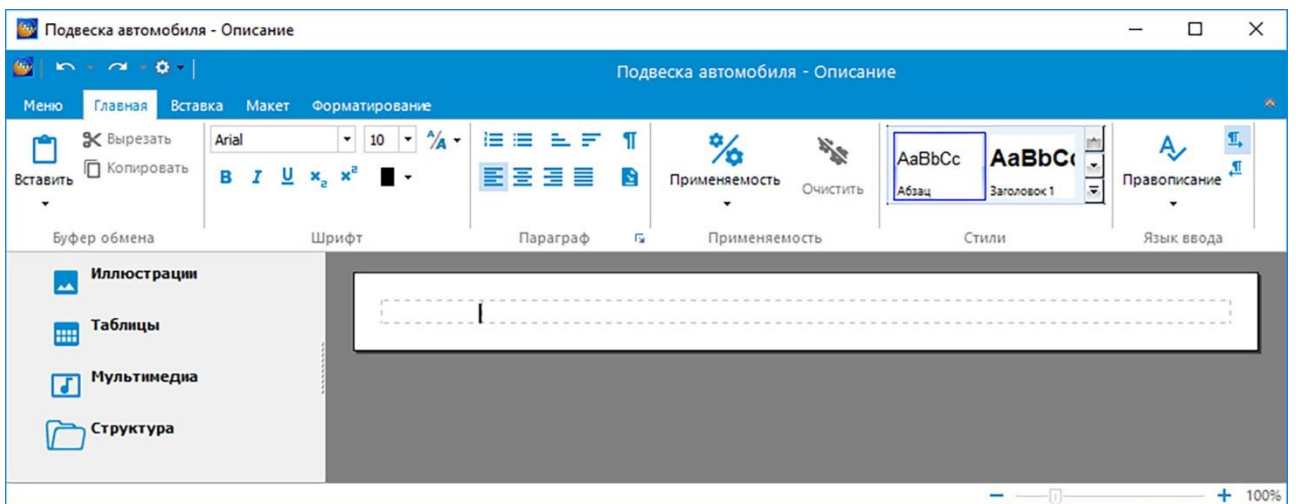

Рисунок 186
2) Нажмите на кнопку  **Редактировать**. При этом появится окно редактора (рисунок 186).